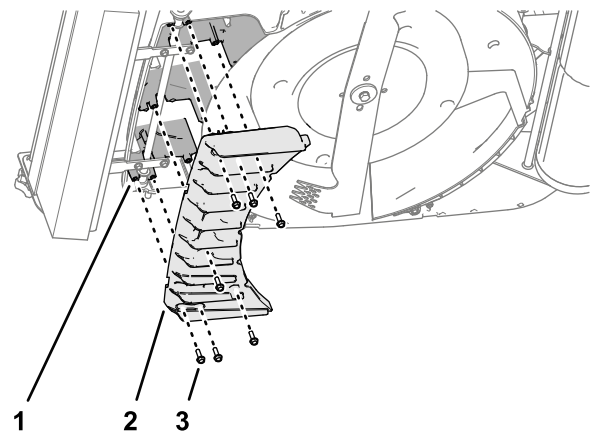

Figura 16
1. Alinee los taladros en la aleta delantera nueva con los taladros en los soportes de la carcasa de la segadora (Figura 16).
2. Monte las aletas delanteras en la carcasa de la segadora (Figura 16) con los 7 tornillos autorroscantes con arandela prensada (6 x 20 mm) que retiró en Retirada de las aletas delanteras (página 5).